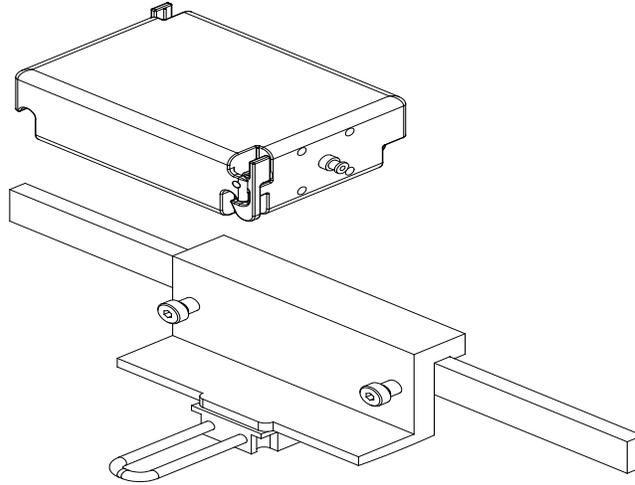

Figure 3. Installation du matériel de montage de l'ensemble moteur
- Installer l'ensemble moteur et le matériel de montage sur le rail de la table d'examen, comme illustré à la **Figure 3**.